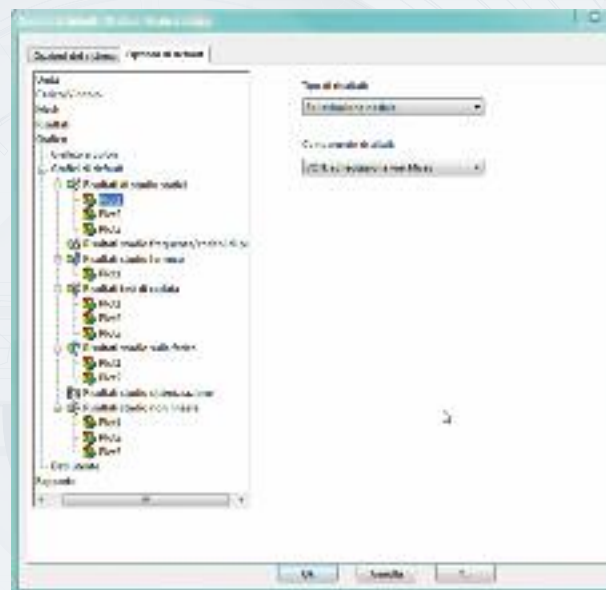

Fig. 10
- Sollecitazione nodale con "VON: sollecitazione Von Mises" come componente risultati (fig. 10)